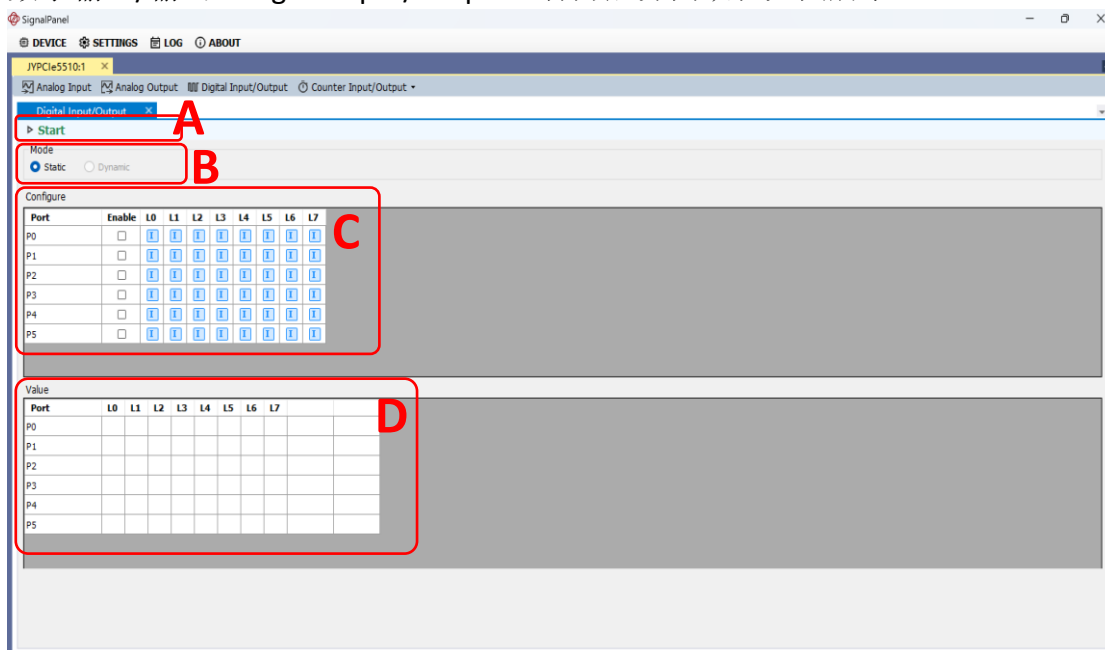

图 15 数字输入/输出（Digital Input/Output）默认打开界面
1. 选择要使用的 Port，并配置通道用于数字输出或数字输入，参看图 15 的 C 区域
3. 观察结果展示区域中用于输入的通道的输入信号电平状态，或改变用于输出的通道的输出电平，参看图 15 的 D 区域